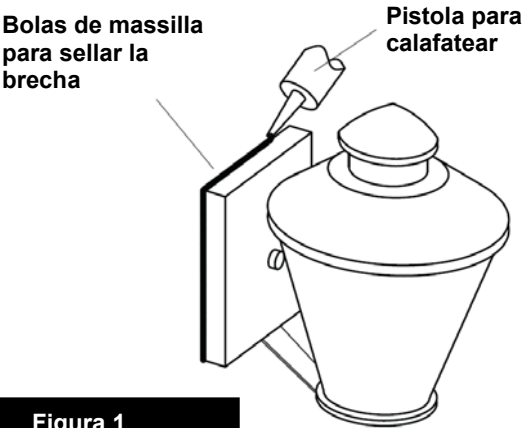

Figura 1
- 1. Conecte el cable de alimentación positiva **(A)** (normalmente negro o la cara lisa, sin marcas del cable de dos conductores) de plomo accesorio positivo **(B)** con un giro de tamaño adecuado en el conector – **Véase la Figura 1 y 2**.
Para conectar a tierra en un sistema eléctrico de 3 hilos, fije el cable de tierra del artefacto **(E)** (generalmente de cobre o verde recubierto de plástico) a la brida de montaje accesorio **(M)** con el tornillo de tierra **(S)** – **Véase la Figura 1**.
Des pués de asegurar accesorio a la pared, se recomienda que la distancia entre la pared y la place de fijación puede sellare con cualquier buena massilla impermeable de calidad o sellador de silicona (No Incluido) - Vésa La Figura 1.